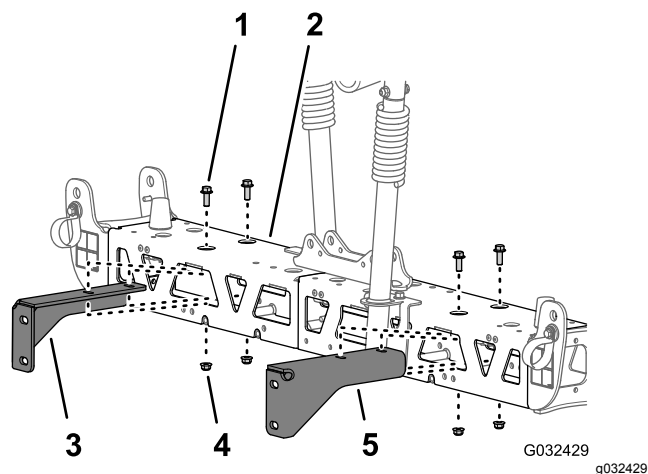

Figure 51
- Retirez les 2 boulons à embase (3/8" x 1") et les 2 contre-écrous à embase (3/8") qui fixent le support à la section de pulvérisation centrale, et déposez le support (Figure 51)
- Retirez les 2 boulons à embase (3/8" x 1") et les 2 contre-écrous à embase (3/8") qui fixent l'autre support à la section de pulvérisation centrale, et déposez le support (Figure 51)